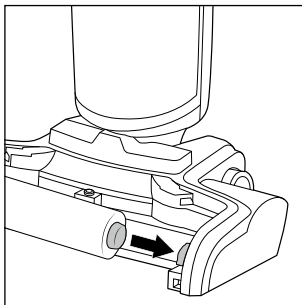

Abb. 39
- ◆ Montieren Sie die Bürstenrolle **6** und den Spritzschutz **7** wieder am Gerät. Setzen Sie dafür die Bürstenrolle **6** zuerst in die Halterung an der rechten Seite des Fußteils **3** (siehe Abb. 39).